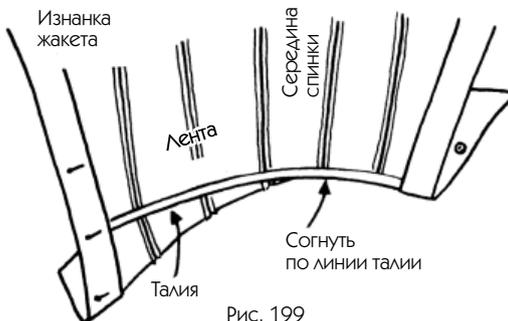

Рис. 199
4. На изнаночную сторону наложите ленту основанием к линии талии в соответствии с нанесенными точками. Затем пришейте ее вдоль основания мелкими подшивочными стежками, не захватывая иголкойлицевую сторону (рис. 199).
5. Для того чтобы подчеркнуть линию талии, достаточно сложить изделие с изнаночной стороны вдоль основания ленты и приутюжить этот сгиб (рис. 199).